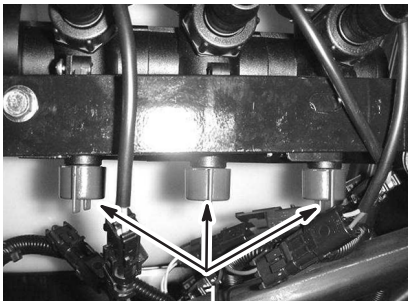

Bild 28
12. Verstellen Sie das Sicherheitsventil des Spritzgestänges (Bild 28) unter dem Spritzgestängereguliertventil für das abgestellte Spritzgestänge so lange, bis der auf dem Manometer angezeigte Druckwert dem in Schritt 9 angezeigten Wert entspricht.